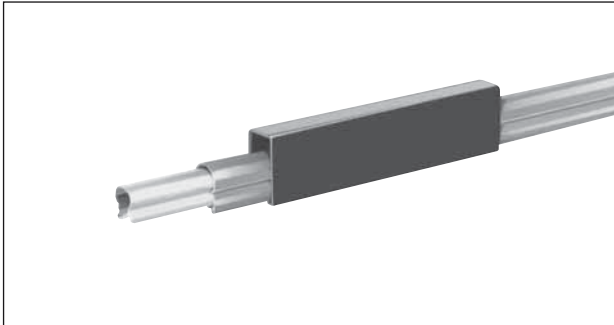

Bild 3: Abdeckkappe
- Abdeckkappe des Verbinders auf das linke Stromschienenende schieben, bis die Verbindungsstelle frei wird (Bild 3).